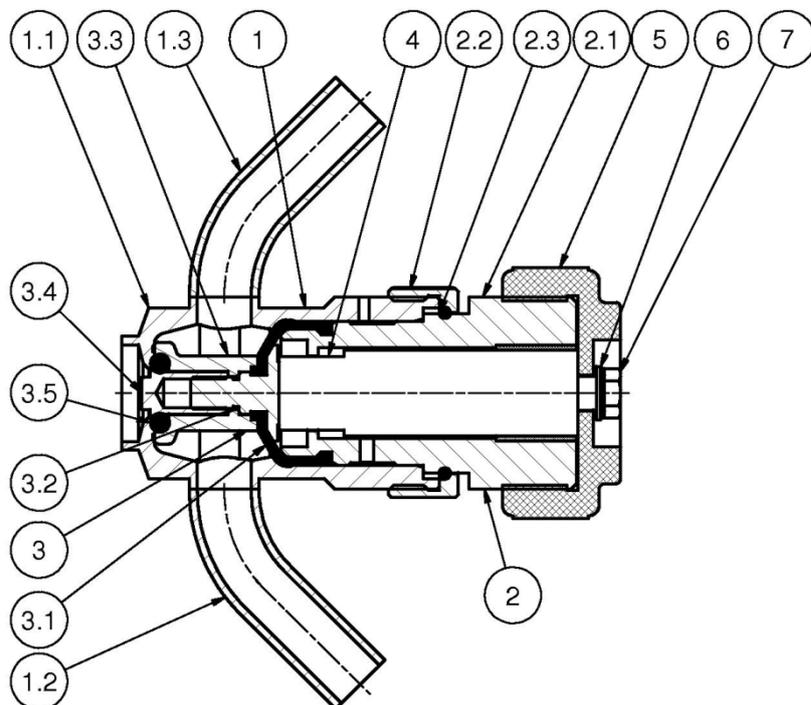
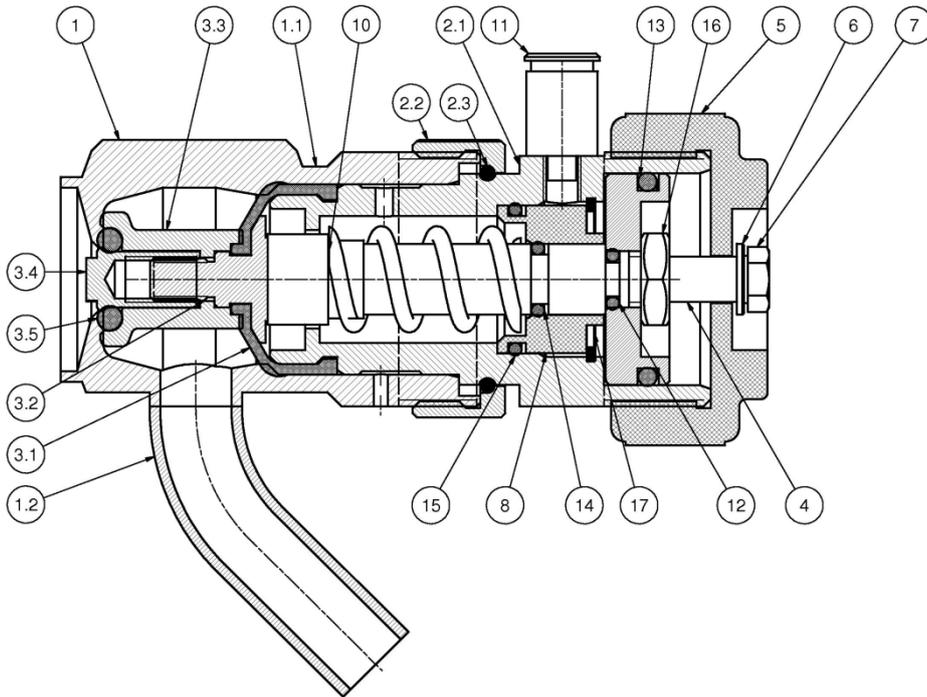
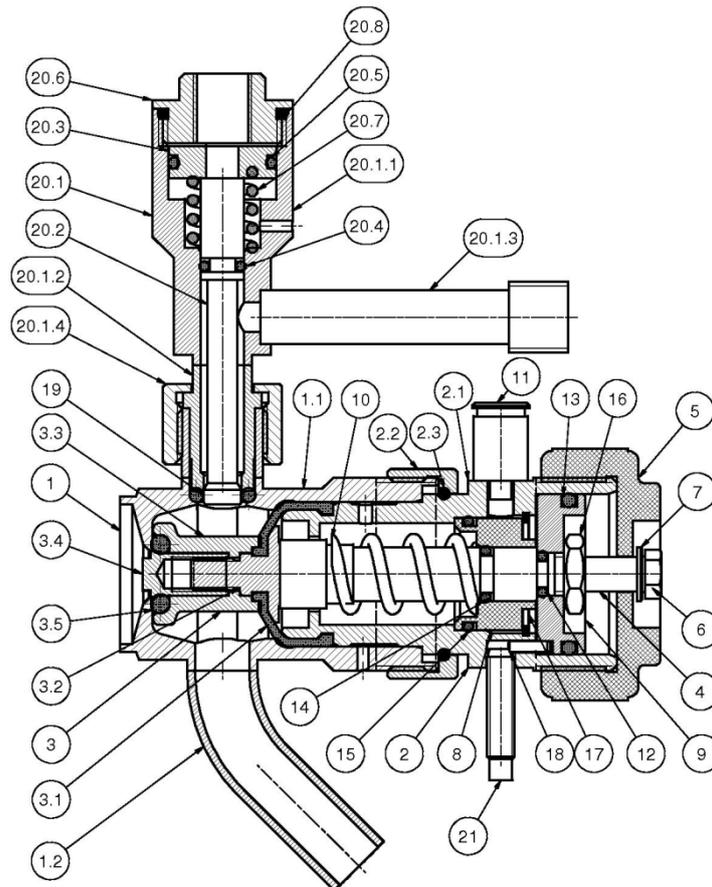

Bild 1 – Schnitt PharmCom-Probenahmeventil manuell mit Spülanschluss
Bild 2 – Schnitt PharmCom–Probenahmeventil manuell / pneumatisch ohne Spülanschluss
Bild 3 – Schnitt PharmCom–Probenahmeventil manuell / pneumatisch mit Spülventil und Nahrungsimpulsgeber
Bei der manuellen Ausführung (siehe Bild 1) wird das Ventil durch Betätigung mit dem Handrad (5) linksdrehend geöffnet und rechtsdrehend geschlossen. Bei der pneumatischen Ausführung (siehe Bild 2) wird das Ventil durch Handbetätigung mit dem Handrad (5) linksdrehend geöffnet und rechtsdrehend bis zum Leerlauf des Handrades (5) gedreht. Das Ventil schließt dann durch Federkraft. Über einen zusätzlichen Pneumatikanschluss (11) kann das Ventil zur Reinigung oder zur automatisierten Probeentnahme pneumatisch angesteuert werden. Das pneumatische Ventil ist optional mit einem Näherungsinitiator (21) zur Positionsabfrage ausrüstbar. Zusätzlich ist die pneumatische Variante des Probenahmeventils wahlweise mit einem pneumatisch betätigten Spülventil (20) zur automatischen Reinigung erhältlich. Diese Möglichkeiten sind in Bild 3 dargestellt.